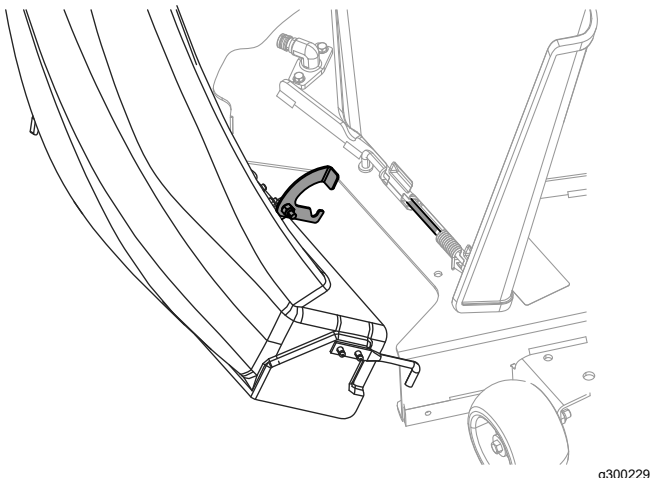

Bild 25
3. Drehen Sie den Auswurfkanal nach hinten zum Mähwerk, sodass der Auswurfkanal mit dem Mähwerkgehäuse bündig ist (**Bild 25**).